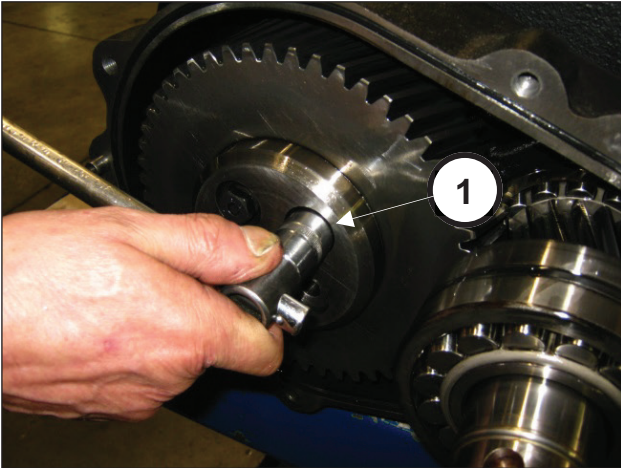
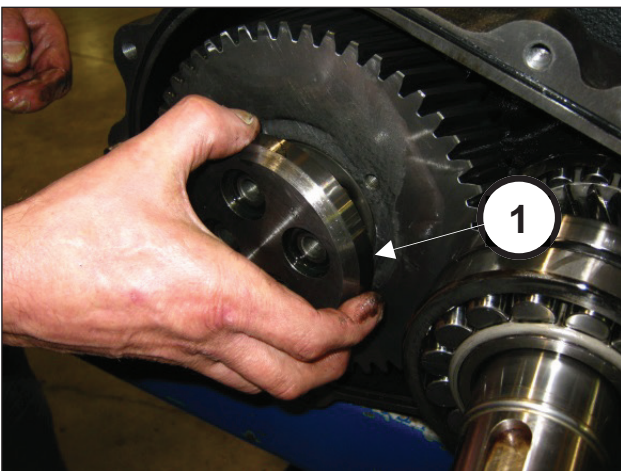

Fig. 10
Fig. 11
(rep. ①, Fig. 10) et le déposer (rep. ①, Fig. 11).